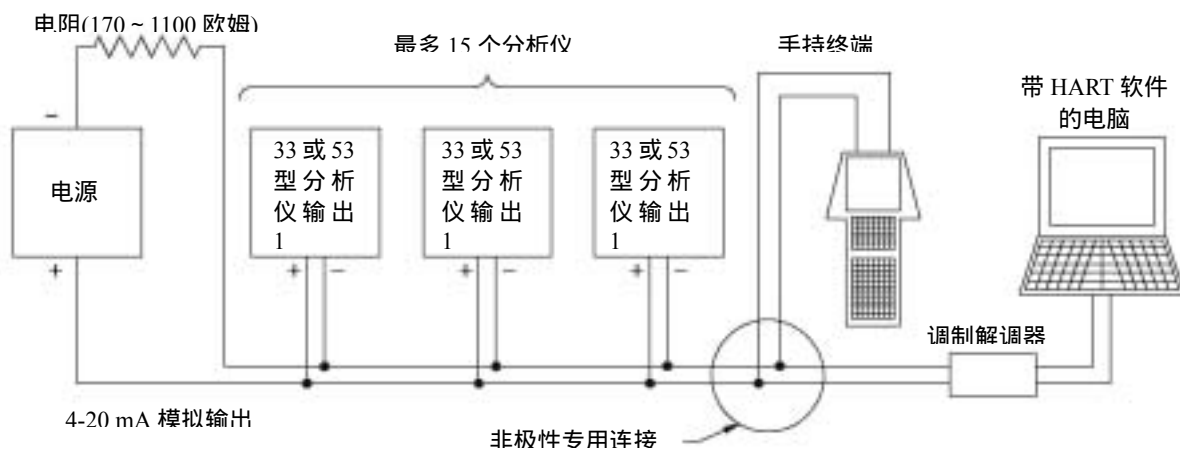

图 3-4 HART 多分析仪布线方法 (用于多分析仪网络)
2. 参考图 3-4，并将每个分析仪 (最多 15 个) 的 4-20 mA 模拟输出 1 信号以并联的方式连接到一个电缆上，极性如图所示。